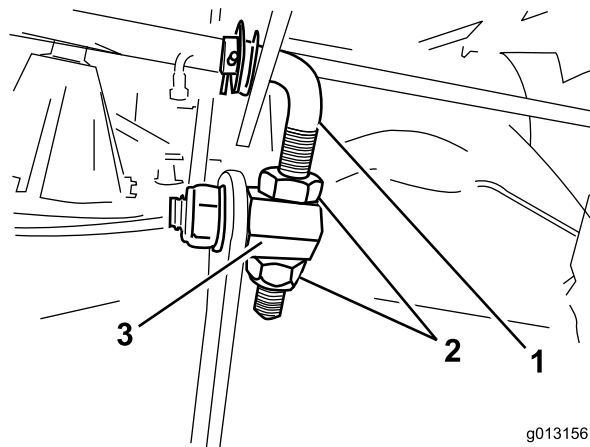
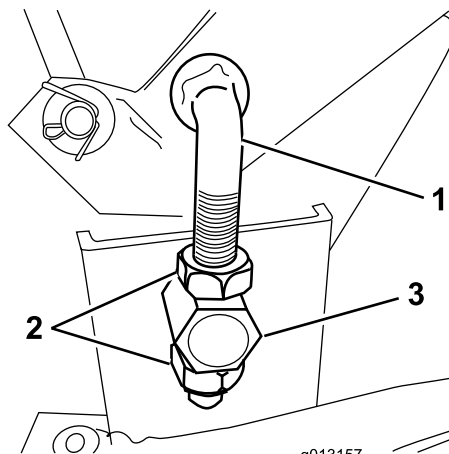

Figure 46
Figure 47
3. Desserrez les écrous sur les biellettes avant et arrière (situés sur le côté droit de la tondeuse) pour permettre aux biellettes de se déplacer dans les tourillons (Figure 46 et Figure 47).